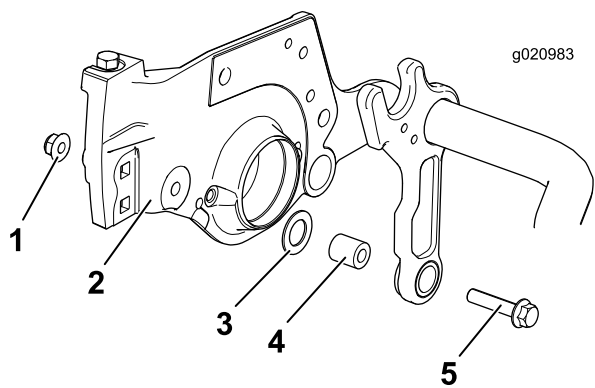

Figura 4
- Em cada lado da estrutura, retire o parafuso, porca, anilha e espaçador existentes (**Figura 4**).